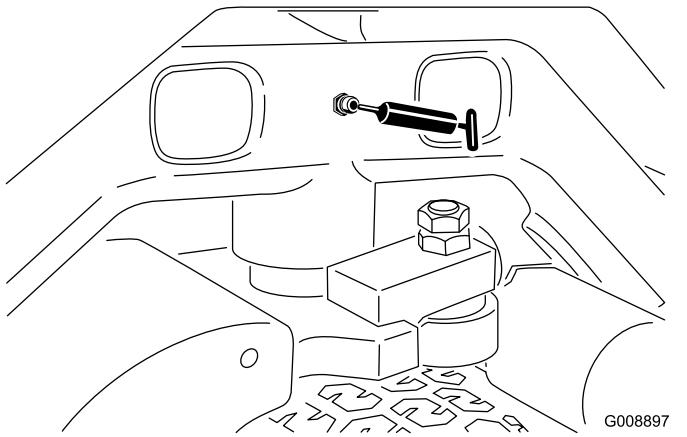

Figura 45
- Pivote de dirección (Figura 45)